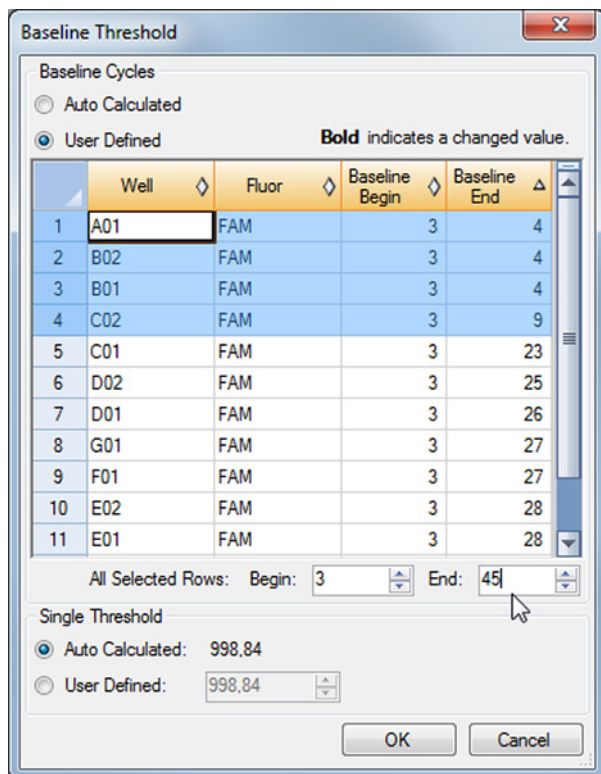

Figure 5: Boîte de dialogue Baseline Threshold (Seuil de référence)
3. Dans la barre de menus de la fenêtre Data Analysis (Analyse des données), cliquez sur **Settings** → **Baseline Threshold...** (Paramètres → Seuil de référence...) pour afficher la boîte de dialogue Baseline Threshold (Seuil de référence) (voir la figure 5).
- Sélectionnez toutes les lignes qui indiquent une valeur **Baseline End** (Extrémité de référence) comprise entre 1-9 (voir la figure 5).
- Définissez la valeur dans le champ **End:** (Extrémité :) sur 45 pour les lignes sélectionnées (voir la figure 5).
- Répétez les étapes 3-7 pour les canaux de détection VIC™ (IC), ROX™ (cible HSV-1) et Cy5 (cible HSV-2)